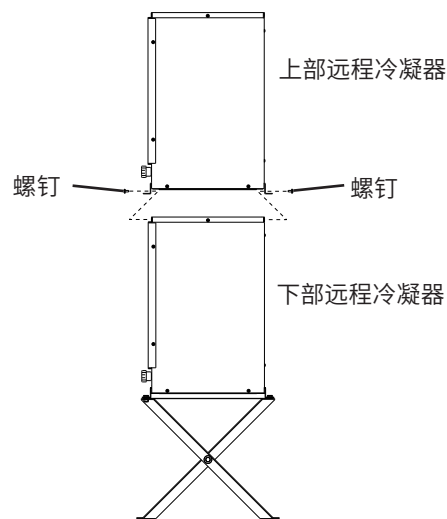

图15
- 2) 将上部远程冷凝器放在下部远程冷凝器顶部, 如图15所示。